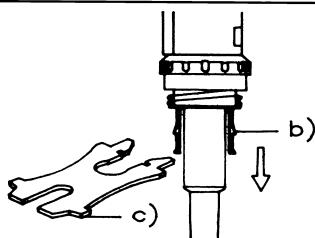

Fig. 5.2
2. See Fig. 5.2 Pull locking catch b) with key c). Catch is not removable .
2. Siehe Abb. 5.2 Die Sperrlinke b) mit dem Schlüssel c) bis zum Anschlag herausziehen.
3. Siehe Abb. 5.2 Die Sperrlinke b) zurückstoßen
3. See Fig. 5.2 Push in locking catch b) fully.
2. Voir Fig. 5.2. Tirer le verrou b) avec la clé c) jusqu'à l'arrêt.
3. Voir Fig. 5.2 Repousser le verrou b) à fond avec la clé c).